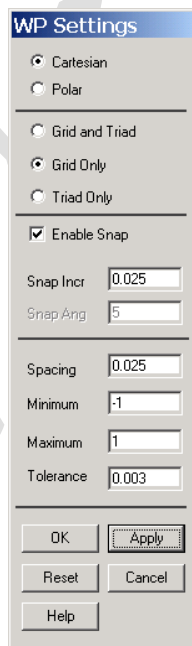

图9.9 设置工作平面
(8) 下面建立几何模型，单击【Utility Menu】|【Workplane】|【WP Settings】菜单，按图 9.9 所示进行工作平面设置，然后单击【OK】按钮。接着单击【Utility Menu】|【Workplane】|【Display Working Plane】菜单，显示工作平面栅格。